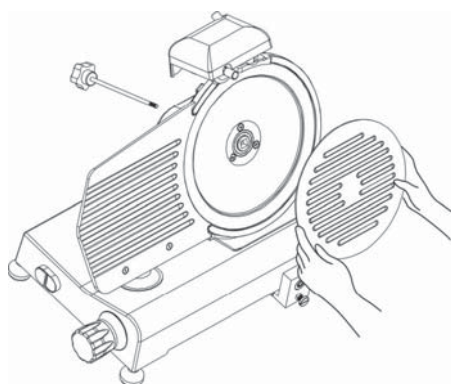

FIG. nr. 6 – Demontarea apărătoarei lamei
Se desface butonul (1) (vezi FIG. nr. 6) pentru a elibera apărătoarea lamei (2).
**AVERTISMENT: Curățarea lamei se face cu o cârpă udă și cu mănuși metalice (3).**